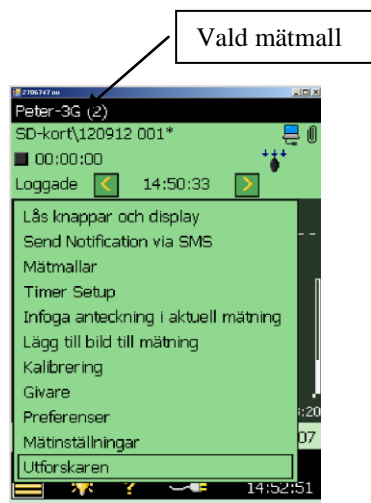

Bild 3
På den översta raden i displayen anges vilken mätmall som är inläst i 2270 (Peter-3G (2) i bild 3). Ändra program genom att tryck på displayraden och övriga mätmallar visas i listan (bild 3). Markera den mätmall som ska laddas in, det tar någon minut.